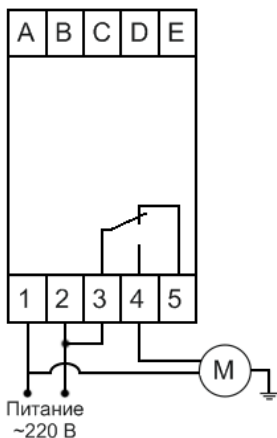

Рис. 6
- 1.2. Подключите прибор к источнику питания и к внешнему устройству согласно схеме подключения (рис. 6).